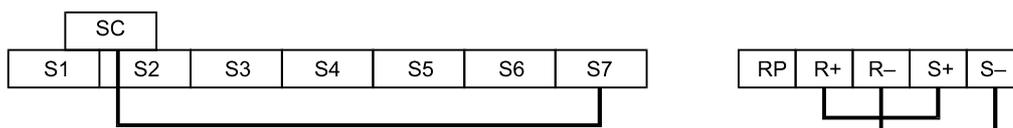

Fig. 6.77 Cableado de los terminales de comunicaciones para la autodiagnos
3. Realice el cableado según la *Fig. 6.77*.